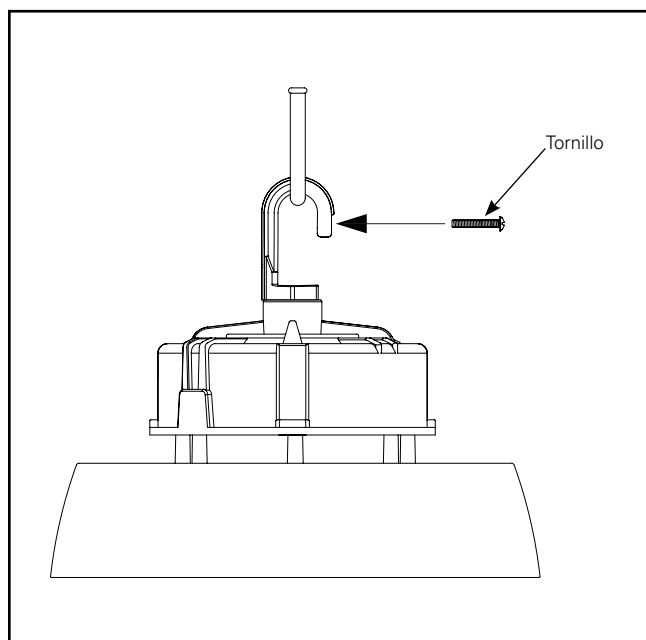

Figura 4.
4. Instale el tornillo de bloqueo (Figura 4.)